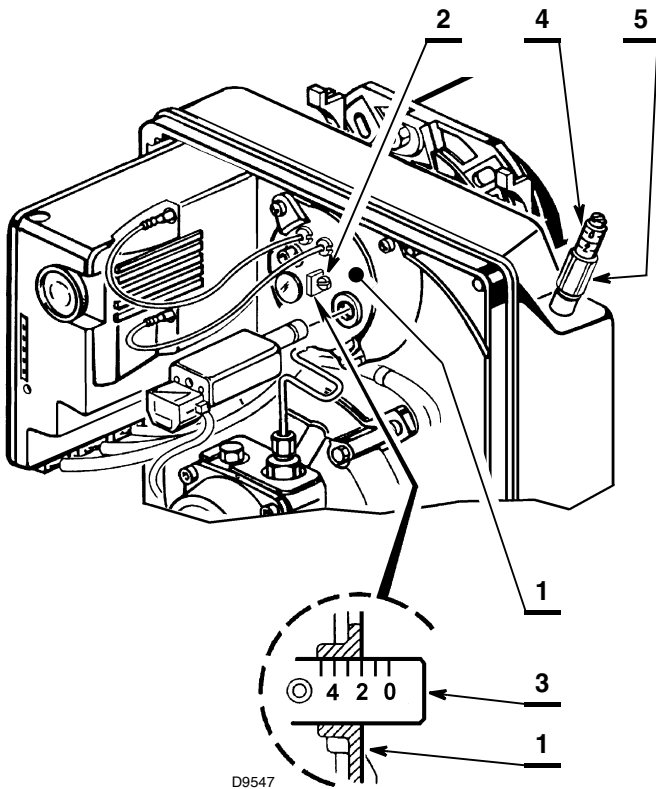

Abb. 16
- Die Stellschraube 2) (Abb. 16) im oder gegen den Uhrzeigersinn drehen, bis die auf den Stellbügel 3) geprägte Kerbe mit der Außenfläche des Düsenstocks 1) zusammenfällt.
- die Mutter lockern 5) (Abb. 16) und die Luftklappe durch Betätigung der Schraube 4) einstellen.